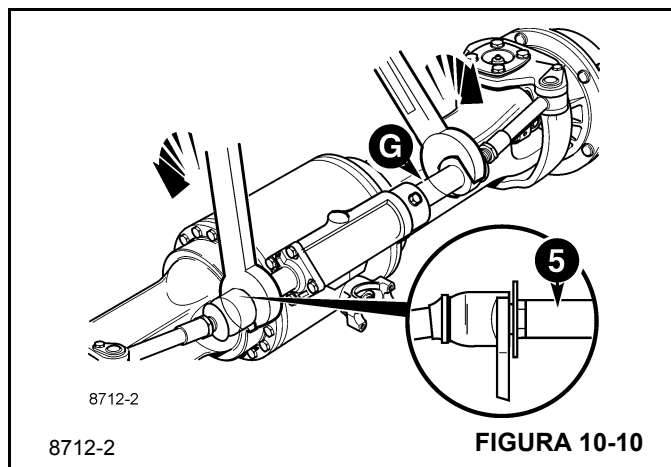

FIGURA 10-10
- b. Desaparafuse a junta esférica até que uma chave de boca possa ser encaixada na haste **5** (Figura 10-10). Aparafuse a junta esférica contra a chave para prender a chave e evitar danos na haste.